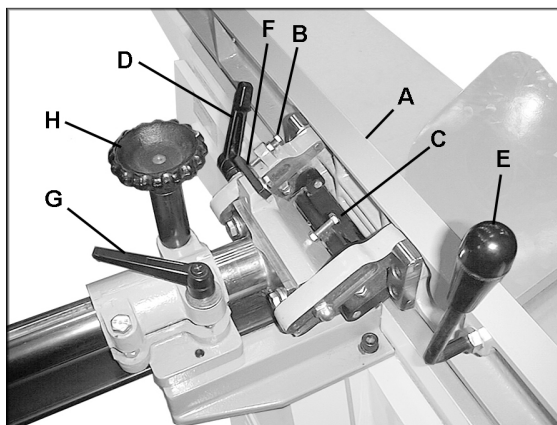

Рис. 22
Упор заготовки (А, Рис. 22) имеет возможность наклона назад и вперед на 45°. На упоре установлены ограничители для углов 90° (В, Рис. 22) и 45° (С, Рис. 22).
1. Ослабьте фиксирующую ручку (D, Рис. 22) и с помощью ручки (E, Рис. 22) наклоните упор вперед. ПРИМЕЧАНИЕ: во избежание появления царапин на поверхности стола слегка приподнимите упор во время наклона.
2. Затяните фиксирующую ручку (D, Рис. 22).
1. Ослабьте фиксирующую ручку (D, Рис. 22) и отверните ограничитель (F, Рис. 22) в сторону.
2. С помощью ручки (E, Рис. 22) установите угол наклона упора. ПРИМЕЧАНИЕ: во избежание появления царапин на поверхности стола слегка приподнимите упор во время наклона.
3. Затяните фиксирующую ручку (D, Рис. 22).
1. Ослабьте фиксирующую ручку (G, Рис. 22) и поворачивайте маховик (H, Рис. 22) против часовой стрелки для смещения упора вперед, по часовой стрелке для смещения упора назад.
2. Когда упор займет нужное положение, надежно затяните фиксирующую ручку (G, Рис. 22).
1. Ослабьте фиксирующую ручку (Рис. 22, D) и наклоняйте упор до тех пор, пока он не коснется ограничителя для угла 45° (C, Рис. 22).
3. Если необходима регулировка, ослабьте шестигранную гайку на стопорном винте (С, Рис. 22) и откручивайте или закручивайте винт, пока упор не встанет вровень с транспортиром.